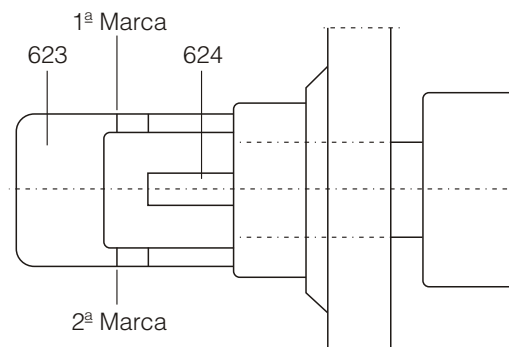

Fig. 60 - 2ª marca na bucha (623)
03. Puxar o eixo na direção da sucção até o disco encostar no contra-disco e fazer a 2ª marca (vide Fig. 60).